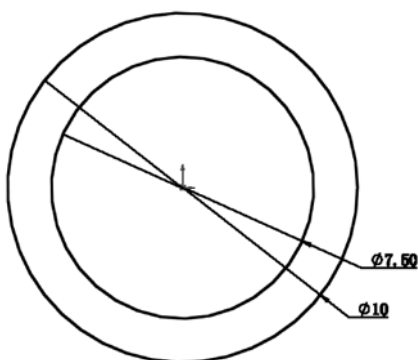

图 13-3 绘制草图
(1) 新建文件。启动 SolidWorks 2012, 选择菜单栏中的“文件”→“新建”命令, 或者单击“标准”工具栏中的 (新建) 按钮, 在弹出的“新建 SolidWorks 文件”对话框中选择 (零件) 按钮, 然后单击“确定”按钮, 创建一个新的零件文件。
(2) 绘制草图。在左侧的“FeatureManager 设计树”中用鼠标选择“前视基准面”作为绘制图形的基准面。单击“草图”工具栏中的 (圆) 按钮, 在坐标原点绘制直径分别为 7.5 和 10 的圆, 标注尺寸后结果如图 13-3 所示。